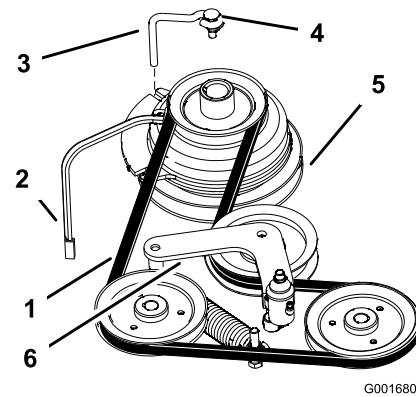

Figure 51
2. Retirez le boulon de la butée d'embrayage et débranchez le fil de l'embrayage électrique (Figure 51).
4. Retirez la courroie de transmission des poulies du moteur et des pompes hydrauliques (Figure 51).
5. Montez la courroie neuve sur les poulies du moteur et des pompes hydrauliques (Figure 51).
7. puis relâchez-la (Figure 51).